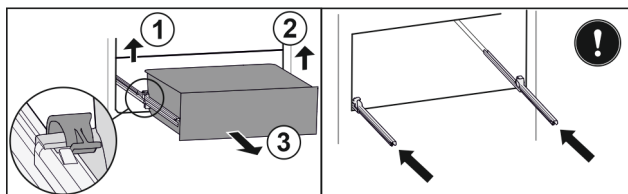

Fig. 81
- ▶ Ridicați clema din stânga și trageți concomitent sertarul din stânga spre înainte. Fig. 81 (1)
- ▶ Ridicați clema din dreapta și trageți concomitent sertarul din dreapta spre înainte. Fig. 81 (2)
- ▶ Extrageți sertarul spre înainte. Fig. 81 (3)